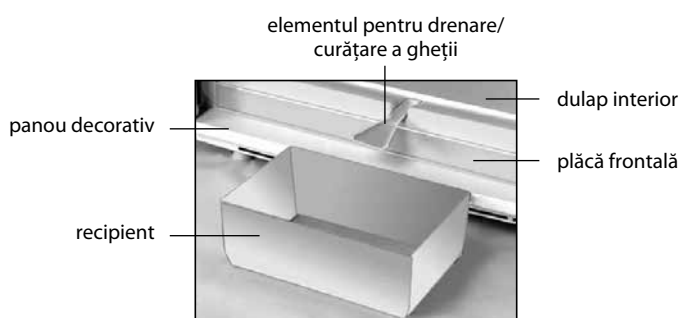

Figura 5 – Recoltarea apei provenite
- să îndepărtați apa rezultată în urma topirii, instalând în conformitate cu figura 5 elementul de masă plastică pentru drenare / pentru curățare a gheții și orice vas recipient cu volumul nu mai puțin de 2 l;
SE INTERZICE să decongeleți congelatorul fără utilizarea elementului pentru drenare instalat în conformitate cu figura 5. Apa rezultată în urma topirii care se scurge din cameră afară de elementul pentru drenare, pătrunzând în locul de alăturare a plăcii frontale la dulapul interior în conformitate cu figura 5, poate provoca coroziunea dulapului exterior al congelatorului și a elementelor agregatului frigorific, defectarea izolației termice, formarea crăpăturilor dulapului interior și defectarea dulapului congelatorului.